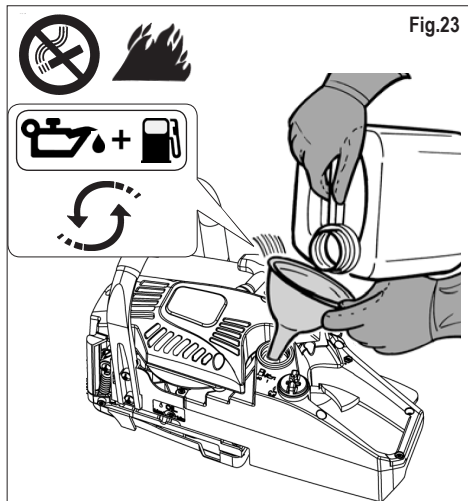

Fig.23
3) Preparare la miscela carburante e fare rifornimento solo all'aperto (fig.23).